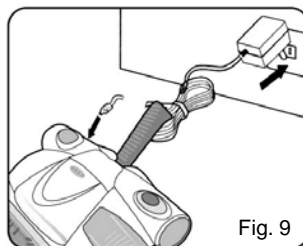

Fig. 9
1. Conecte el enchufe del cargador en el conector o agujero de la parte posterior de la barredora. Enchufe el cargador en un tomacorriente. (120V, 60Hz). Use únicamente el cargador TechWorld AD-1215-UL8 (Fig. 9).